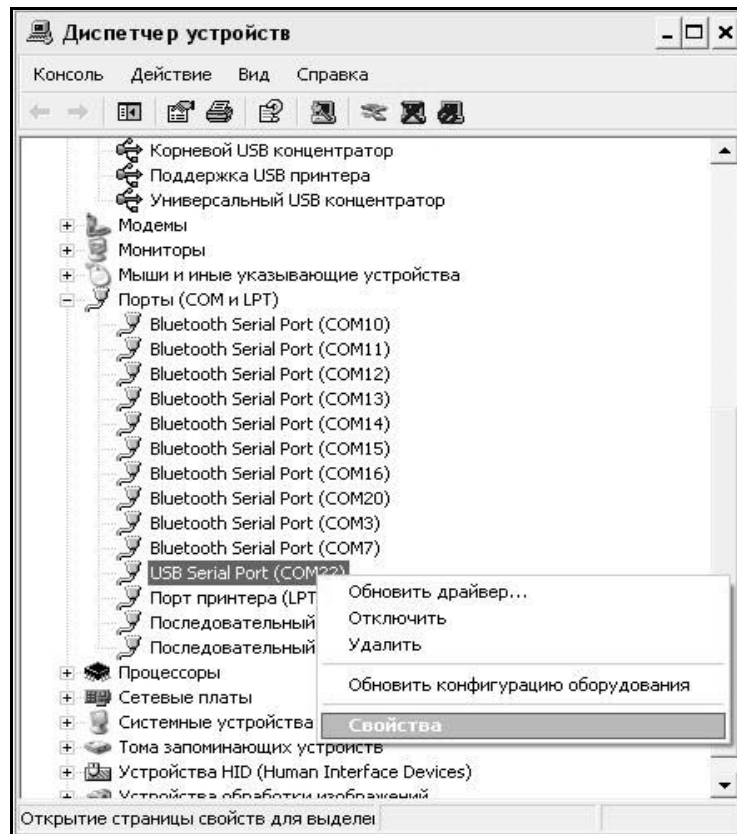
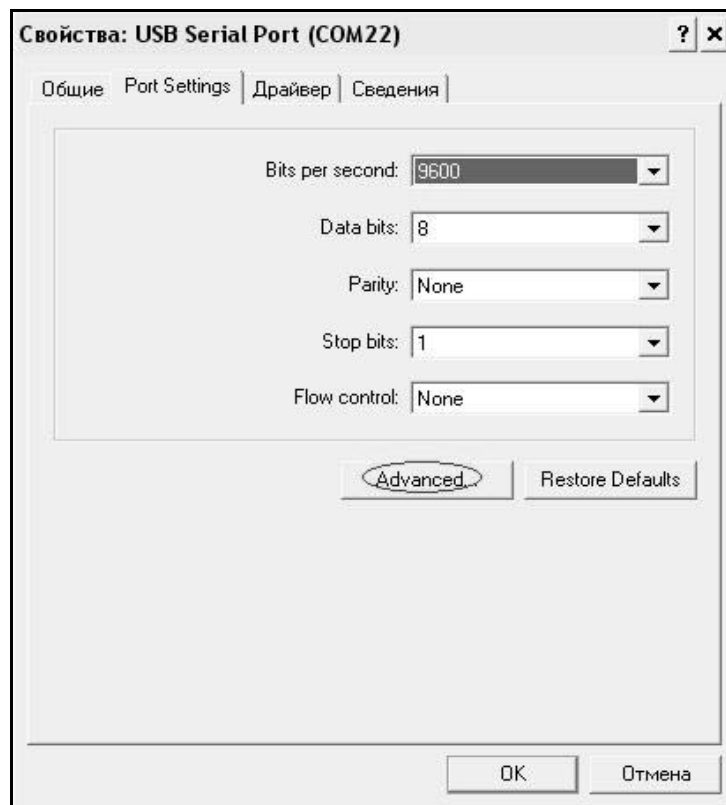
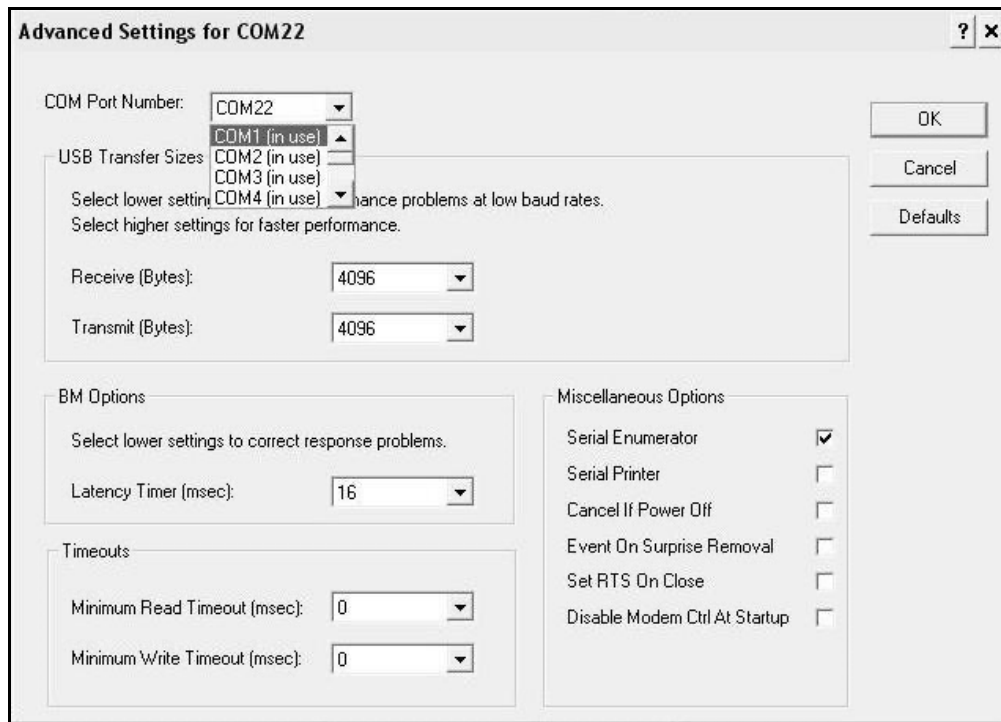

Рисунок 2.4 – Окно диспетчера устройств
Рисунок 2.5 – Окно свойств USB-порта
Рисунок 2.6 – Дополнительные настройки драйвера
– найти строку «USB Serial Port (COM №)», в скобках указан номер COM-порта; если номер в скобках «1», то настройка завершена и ничего менять не нужно, если в скобках другой номер, необходимо вызвать окно свойств «USB Serial Port (COM №)» (правой клавишей мыши щелкнуть по строке USB Serial Port (COM №) и выбрать пункт меню «Свойства») (рисунок 2.4), перейти на вкладку «Параметры Окна», нажать кнопку «Дополнительно» (рисунок 2.5) и в выпадающем списке «Номер Com-порта» выбрать «COM 1» (рисунок 2.6), нажать кнопку «ОК».